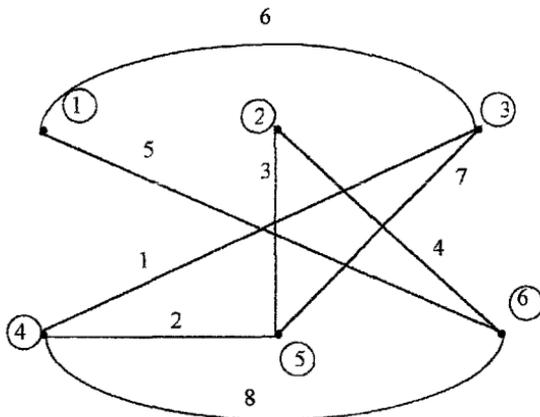

Рис. 1.
- расположить данные шесть узлов в указанном порядке и в соответствии с вариантом, соединить их линиями (рис.1);